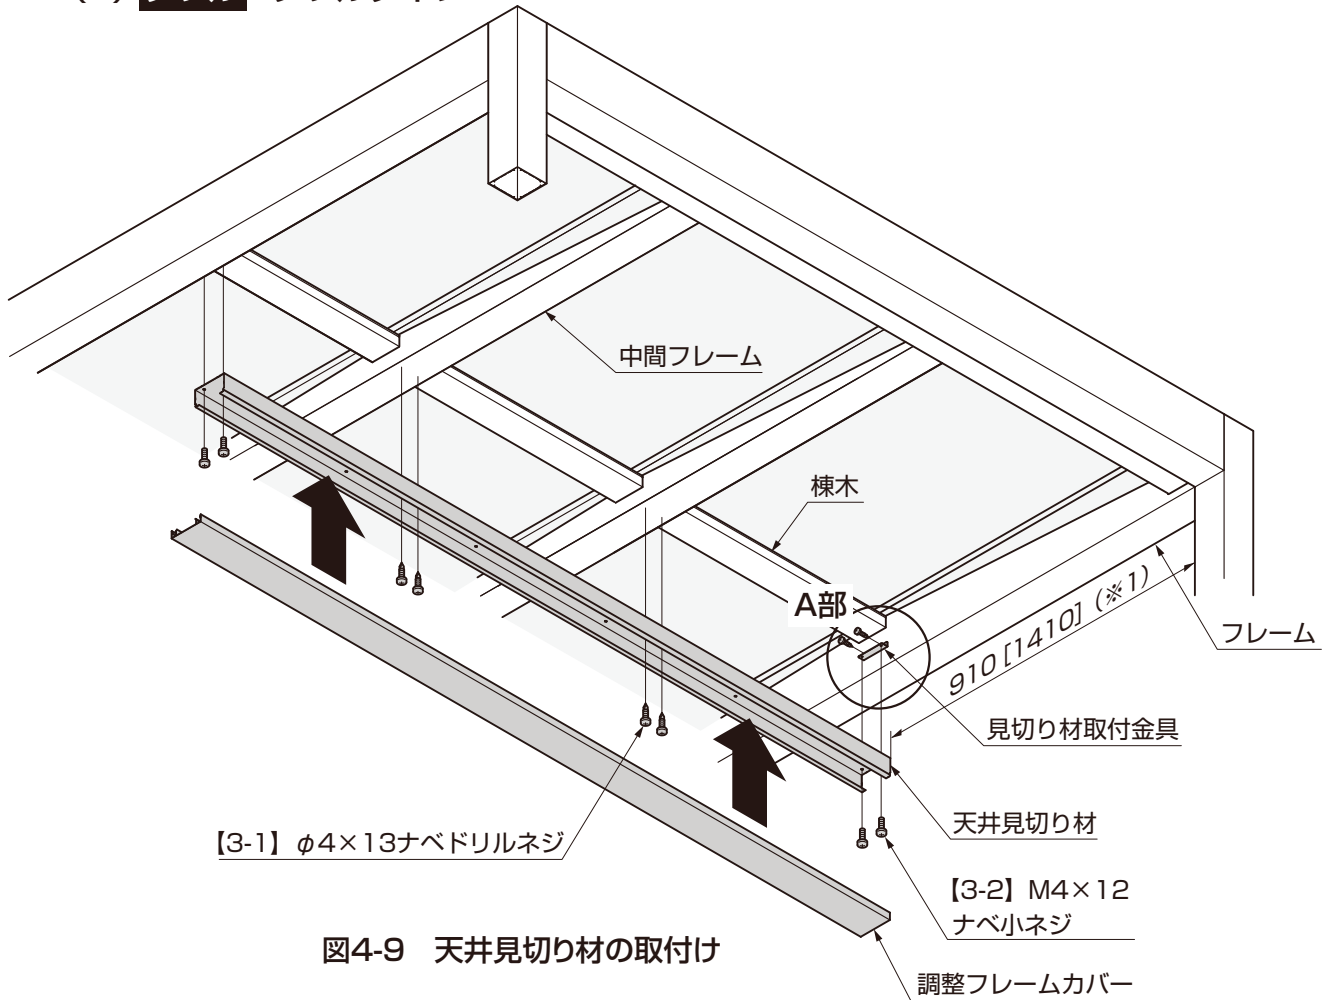
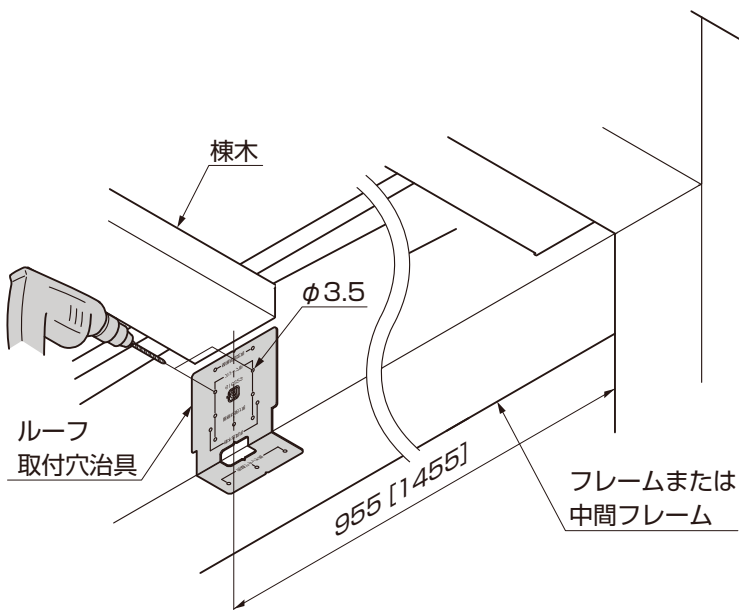

図4-9 天井見切り材の取付け
図4-10 A部詳細図 穴加工
- ① フレームまたは中間フレームにルーフ取付穴治具を使って図4-10の位置にケガキ、 $\phi 3.5$ の穴をあけてください。(図4-9、図4-10参照)
- ③ 天井見切り材を見切り材取付金具に【3-2】で取付けてください。(図4-9参照)
- ④ 天井見切り材を中間フレームに【3-1】で取付けてください。(図4-9参照)
- ⑤ 調整フレームカバーを天井見切り材にはめ込んでください。(図4-9参照)